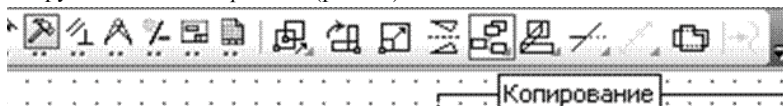

Рис. 85
7. Сделать копии *Горизонтальной прямой* на расстоянии 40, 20, 60 (60 — высота детали, 20 — расстояние между главным видом и видом сверху, 40 — ширина детали.) Размножить горизонтальные прямые с помощью команды *Копирование*, расположенной на панели инструментов *Редактирование* (рис. 85).